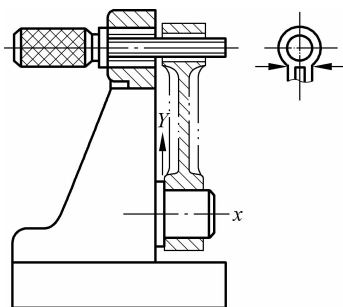

图 2.2 镗销连杆小头孔工序定位简图
2. 图 2.2 为镗销连杆小头孔工序定位简图。定位时在连杆小头孔插入削边定位插销,夹紧后,拔出削边定位插销,就可进行镗削小孔。试分析各个定位元件所消除的自由度。